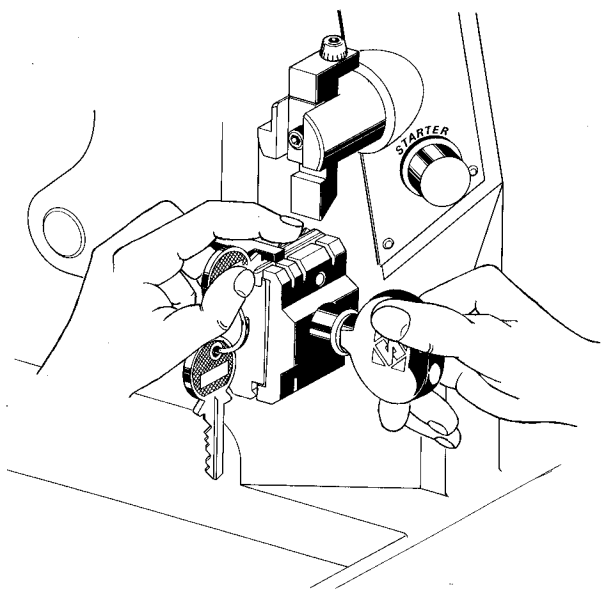
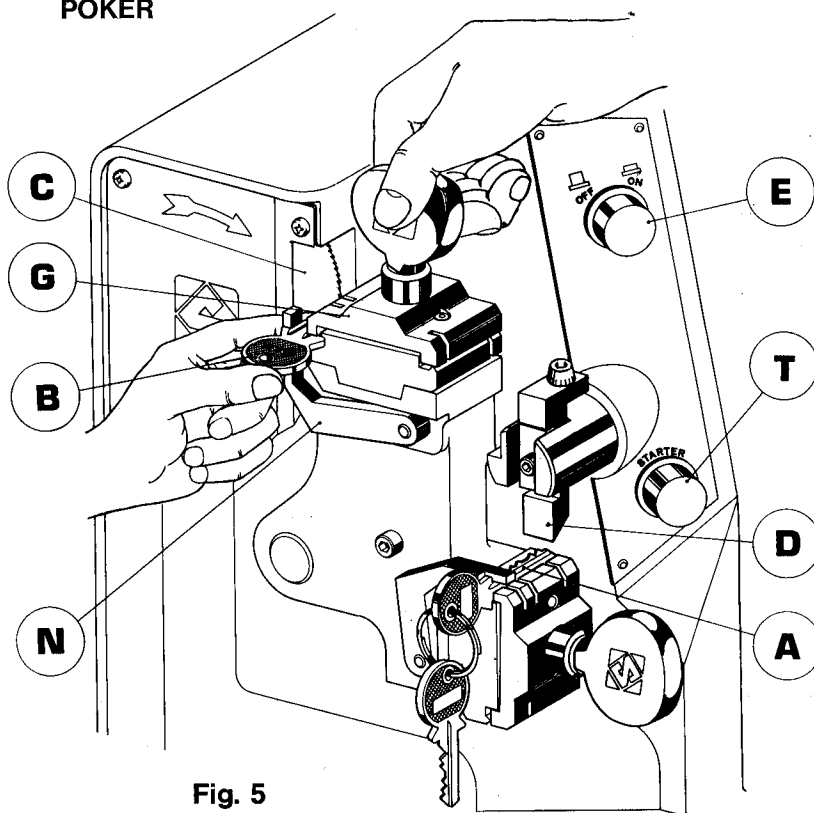

Fig. 4
Fig. 5
- 1) - Scegliere la faccia dei morsetti più idonea a bloccare il tipo di chiave che si deve riprodurre e presentarla verso il tastatore (D) e la fresa (C).
- 2) - Mettere in posizione i calibri (N) agendo su quello superiore, ruotandolo verso l'alto.
- 3) - Inserire la chiave cifrata (A) nel morsetto inferiore e bloccarla (fig. 4, 4A) facendo attenzione che appoggi bene sul fondo del morsetto e contro il calibro (N); ripetere l'operazione per la chiave grezza (B) sul morsetto superiore (G) (fig. 5, 5A).
- 4) - Premere l'interruttore (E).
- 5) - Premere lo starter (T) per qualche secondo finché la macchina inizia il ciclo. A fine ciclo si fermerà automaticamente.
- 6) - Terminata la cifratura, togliendo rapidamente la chiave (B) dal morsetto si può sfruttare il tempo residuo di rotazione per sbavare la chiave, sulla spazzola.
- 1) - Select the most suitable clamp for the key to be cut and position it to face the tracer point (D) and the cutter (C).
- 2) - Place the gauges (N) in position by rotating the upper one upward.
- 3) - Place the sample key (A) into the lower clamp and tighten it (fig. 4, 4A) making sure that the key rests evenly on the bottom of the clamp and against the gauge (N). Repeat the same operation with the blank key (B) on the upper clamp (G) (fig. 5, 5A).
- 4) - Switch the machine on (E).
- 5) - Push the starter button (T) for a few seconds until the machine begins its work cycle. At the end of the cycle the machine stops automatically.
- 6) - When the key (B) has been cut, if it is removed rapidly from the clamp it can be cleaned while the shaft is still turning for inertia, on the brush.
- 1) - Choisir la face des étaux qui soit plus apte à bloquer le type de clé à reproduire et la présenter en direction du tâteur (D) et de la fraise (C).
- 2) - Placer les calibres (N) en opérant sur le calibre supérieure, tourner vers le haut.
- 3) - Insérer la clé chiffrée (A) dans l'étau inférieur (fig. 4, 4A) et la bloquer en prenant garde qu'elle soit bien appuyée contre le fond de l'étau et contre le calibre (N); répéter la même opération pour l'ébauche de clé (B) dans l'étau supérieur (G) (fig. 5, 5A).
- 4) - Ouvrir l'interrupteur (E).
- 5) - Appuyer sur le starter (T) pendant quelques secondes jusqu'à ce que le cycle démarre. A la fin du cycle, la machine s'arrêtera automatiquement.
- 6) - Lorsque le chiffage est terminé, en retirant rapidement la clé (B) de l'étau, on peut exploiter le temps de rotation non utilisé pour ébavurer la clé sur la brosse.
- 1) - Den geeigneten Spannbacken zum Festklemmen des zu kopierenden Schlüssels wählen und ihn in Richtung Taster (D) und Fräser (C) positionieren.
- 2) - Lehren (N) positionieren, durch das Drehen der oberen nach oben.
- 3) - Musterschlüssel (A) in unteren Spannbacken einlegen und befestigen (Abb. 4, 4A) wobei man darauf achten muss, dass er gut am Spannbacken und gegen die Lehre angedrückt ist (N); Vorgang für den Rohling (B) im oberen Spannbacken (G) wiederholen (Abb. 5, 5A).
- 4) - Maschine einschalten (E).
- 5) - Starter (T) einige Sekunden drücken, bis Maschine mit dem Arbeitszyklus beginnt. Am Ende des Zyklus stoppt die Maschine automatisch.
- 6) - Nach Beendigung der Einkerbung Schlüssel (B) schnell aus den Spannbacken entfernen und das auslaufende Drehen für das Entgraten des Schlüssels benützen, und der bürste.
- 1) - Elegir la cara de las mordazas más idónea para bloquear el tipo de llave que tiene que ser reproducida y colocarla hacia el palpador (D) y la fresa (C).
- 2) - Posicionar los calibradores (N) rotando el superior hacia arriba.
- 3) - Introducir la llave cifrada (A) en la mordaza inferior (fig. 4, 4A) y bloquearla cuidando de hacerla apoyar bien en el fondo de la mordaza y contra el calibrador (N) repetir la operación con la llave a cifrar (B) en la mordaza superior (G) (fig. 5, 5A).
- 4) - Apretar el interruptor (E).
- 5) - Apretar el starter (T) por unos segundos hasta que la máquina empieza el ciclo. Acabado el ciclo se parará automáticamente.
- 6) - Acabado el cifrado, sacando rápidamente la llave (B) de la mordaza, se puede aprovechar el tiempo residuo de rotación para quitar la rebaba de la llave, con el cepillo.